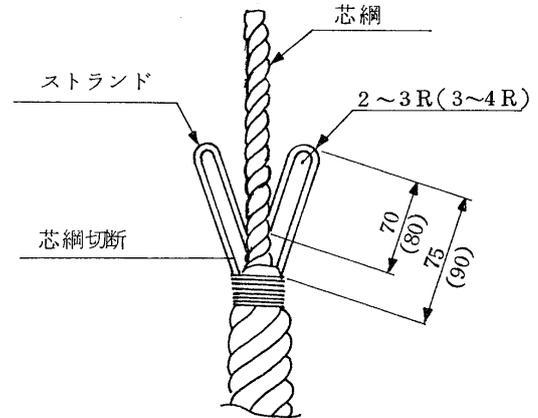

図 10-15 ロープストランドの折り曲げ
5) 各ストランドを図 10-15 のように確実に折り曲げる。